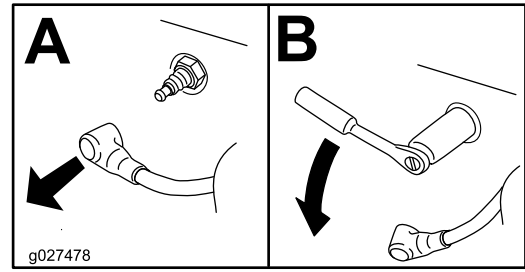

Figura 52
4. Retire la bujía (Figura 52).